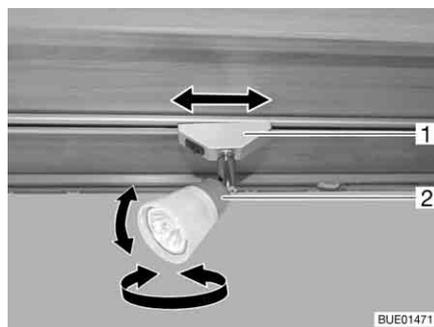

Bild 24 Spotleuchte
- Gehäuse (Bild 24,2) fassen und drehen.
- Halterung (Bild 24,1) fassen und um ca. 45° drehen.
- Halterung (Bild 24,1) fassen und um 90° drehen.